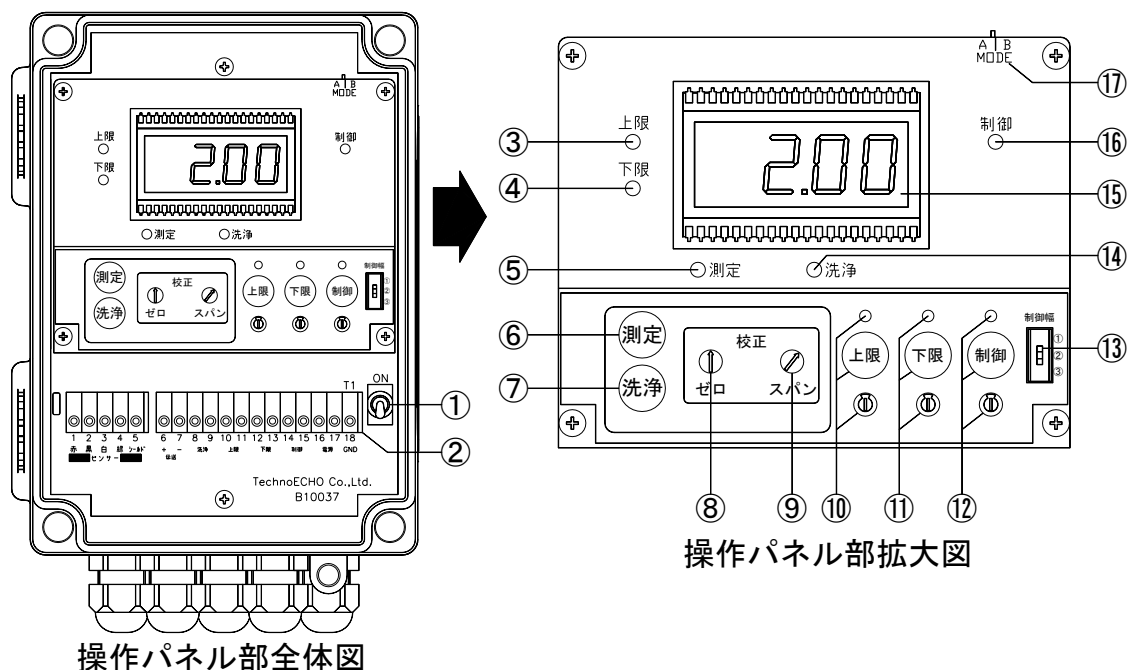

図4. 操作パネル部
モニタ表示パネル部を開きますと図4の①～⑰に示す電源スイッチ、端子台、各設定ボタン、2つの校正ボリューム軸、3つの設定ボリューム軸、各状態表示用LED及び制御幅設定用スライドスイッチがあります。